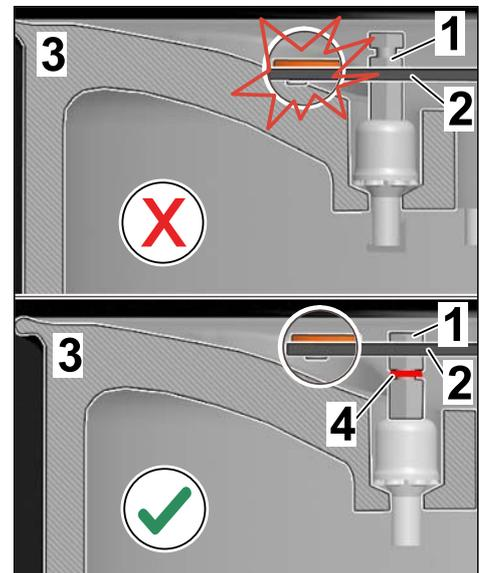

Fig. 8
- La bague rouge (⇒ figure 8, rep. 4) dans la rainure du goujon entretoise ne doit **PAS** être retirée!